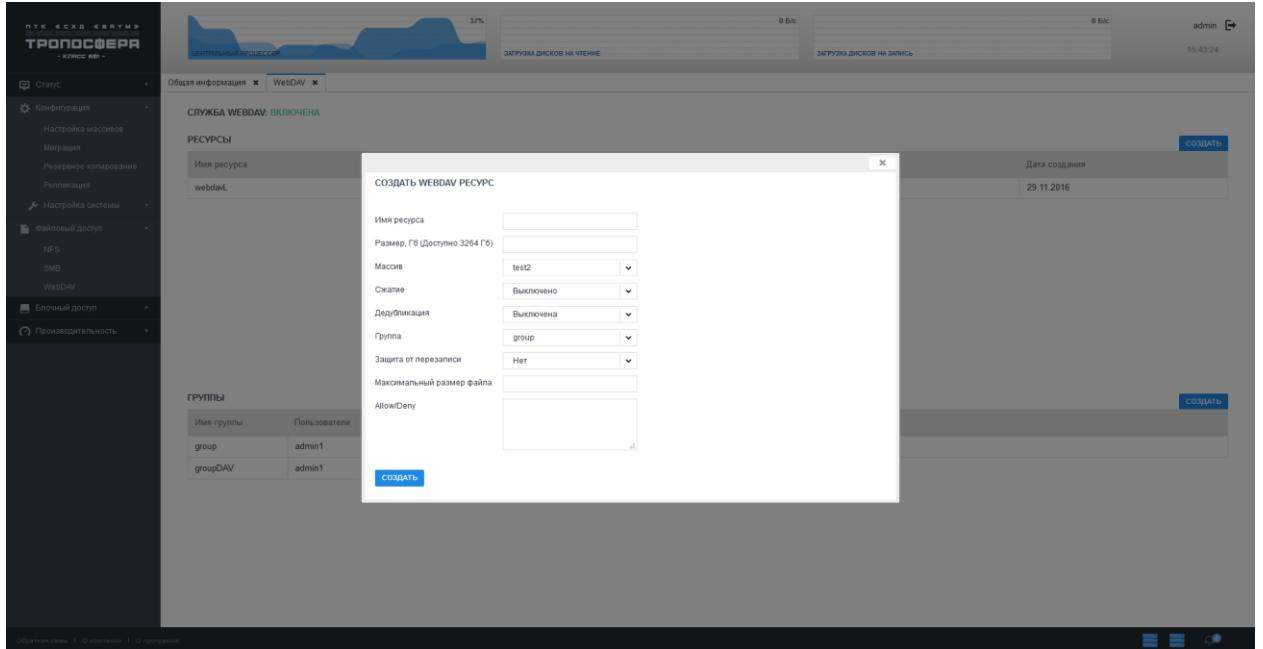

Рисунок 49 – Выделение ресурса по протоколу WebDAV
- 3) Ввести имя группы, нажать на кнопку «Создать» (см. Рисунок 49).